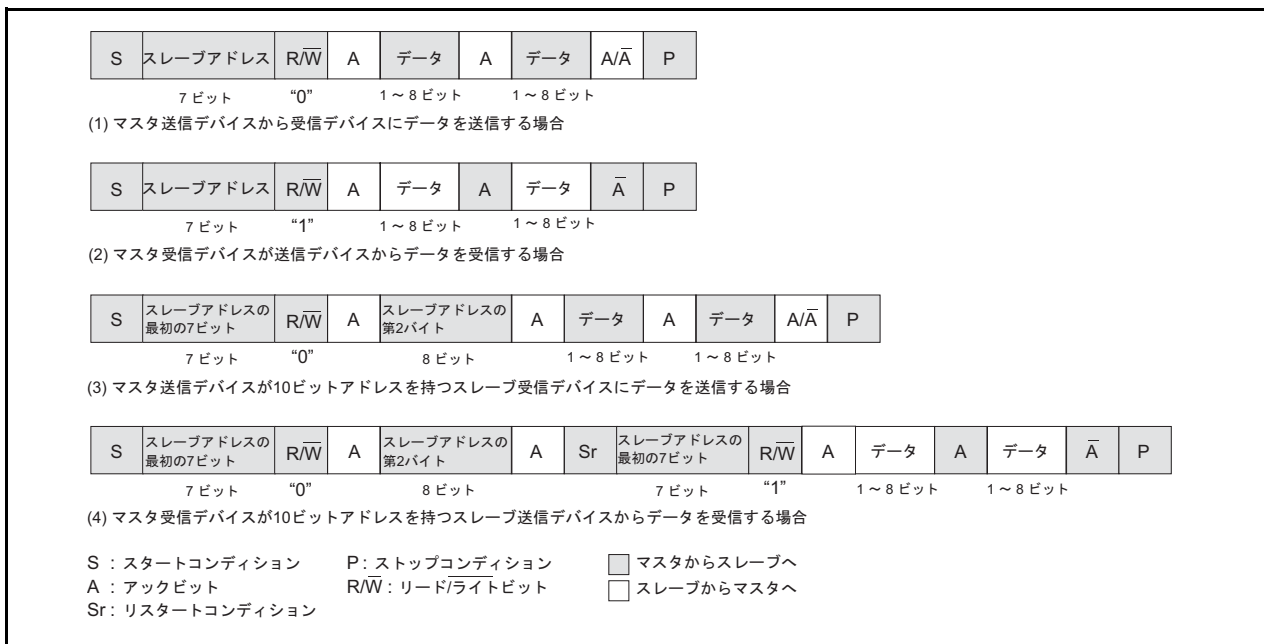

図 11.13 アドレスデータ通信フォーマット
7ビットアドレッシングフォーマットに対応するために、I²C コントロールレジスタの10BIT SADビットを“0”にしてください。マスタから送信された最初の7ビットのアドレスデータと、I²C アドレスレジスタに格納された上位7ビットのスレーブアドレスを比較します。この比較時には、I²C アドレスレジスタのRBWビットのアドレス比較は行われません。7ビットアドレッシングフォーマット時のデータ伝送フォーマットは図11.13の(1), (2)を参照してください。
1バイト目のアドレスデータとスレーブアドレスが一致した場合には、I²C ステータスレジスタのAASビットが“1”にセットされます。2バイト目のアドレスデータは、I²C データシフトレジスタに格納した後、ソフトウェアで2バイト目のアドレスデータとスレーブアドレスのアドレス比較を行ってください。2バイトのアドレスデータとスレーブアドレスが一致した場合には、I²C アドレスレジスタのRBWビットをソフトウェアで“1”にしてください。この処理により、リスタートコンディション検出後に受信する7ビットのスレーブアドレス及びR/W[−]のデータとI²C アドレスレジスタの値を一致させることができます。10ビットアドレッシングフォーマット時のデータ伝送フォーマットは図11.13の(3), (4)を参照してください。
(11) マスタ送信例